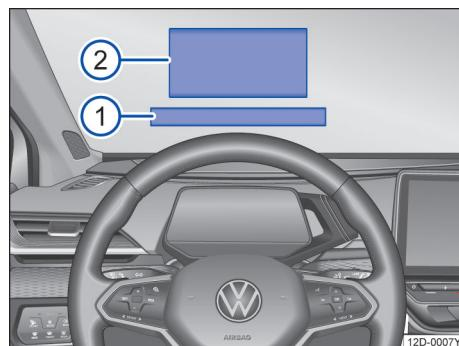

图 11 驾驶员视野内：平视显示近景区域①和增强现实远景区域②
关于平视显示器中显示的区域说明→图 11：▶
根据情况，AR-HUD 可以将显示信息直接投射在远景 AR 区域（→ 图 11②处）。例如，在激活驾驶辅助与导航情况下。